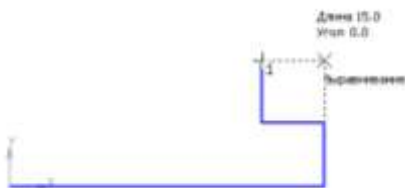

рис. 2
14. установите курсор так, чтобы его «ловушка» захватывала объект (вертикальный отрезок), к которому требуется привязаться. В точке, соответствующей выбранной привязке, появится «крестик», свидетельствующий о срабатывании привязки (рис.2);